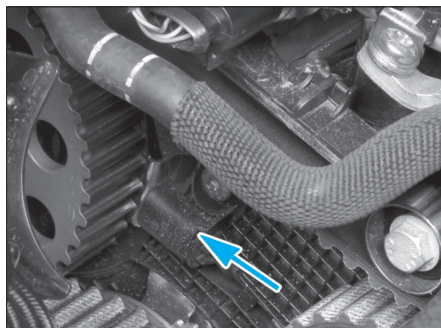

FIG. 159
- Déposer le capteur d'arbres à cames (Fig.159).